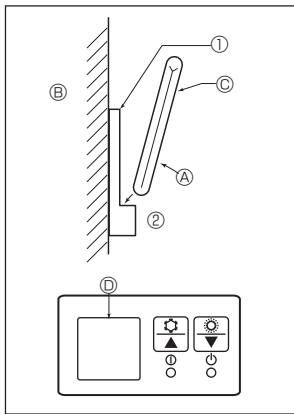

Fig. 6-7
2) Installasjonsmetode (Fig. 6-7)